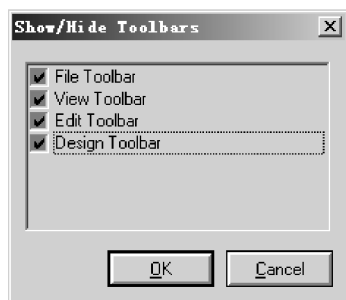

图 4.13 Toolbars 显示控制对话框
- X Cursor (X): 修改图纸的 X 坐标。
- Toolbars: 用于打开或者关闭对应的快捷菜单栏, 如图 4.13 所示, 分别提供了 File Toolbar (文件相关快捷菜单栏)、View Toolbar (显示相关快捷菜单栏)、Edit Toolbar (编辑相关快捷菜单栏)、Design Toolbar (设计相关快捷菜单栏)。